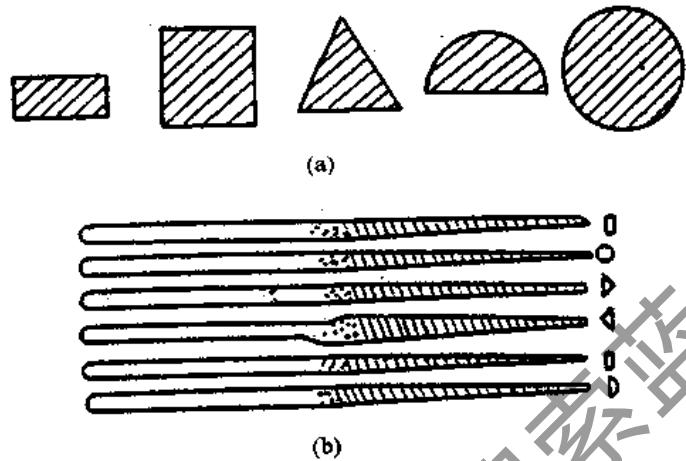

图 2-16 普通锉、整形锉的断面
(1) 普通锉 这是应用最广泛的锉刀，按其断面形状分为平锉、方锉、三角锉和圆锉等多种。普通锉的断面形状如图 2-16(a)所示。
(2) 特种锉 它是加工具有特殊形状表面的工件用的，其断面形状与加工件表面的形状相适应。
(3) 什锦锉 又称整形锉，主要是用来修整工件精细的部位。什锦锉的长度在 120mm~180mm 之间，每组由 5 件、6 件、8 件、10 件或 12 件各种形式的锉刀组成。可根据不同的场合，选用适当规格的什锦锉。什锦锉的外形与断面如图 2-16(b)所示。